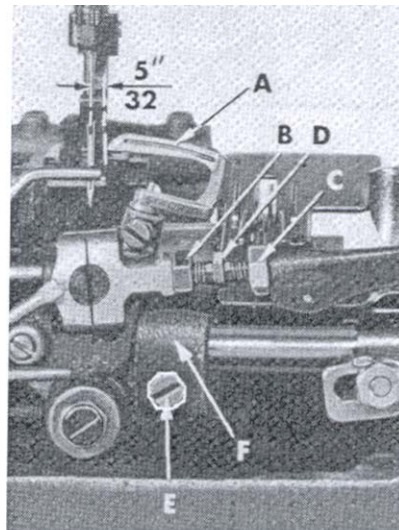

Fig. 2
Insert a new needle, type and size as specified, with spot or scarf to the rear. With the looper (A, Fig 2) at its farthest position to the right, its point should be 5/32 inch from the centerline of the needle. If adjustment is required, loosen nut (B) (it has a left hand thread) and nut (C) on connecting rod (D) and turn the connecting rod forward or backward to obtain 5/32 inch dimension (Fig. 2). Looper gauge No. 21225-5/32 can be used advantageously in making this adjustment. Retighten both nuts, first nut (C), then nut (B). Make sure the left ball joint is in vertical position and does not bind after adjustment.
Setzen Sie eine neue, Type und Größe wie angegeben, mit der Hohlkehle nach hinten. Mit dem Greifer (A, Fig 2) in seiner weitesten rechten Positon, stellen Sie den Abstand zwischen der rechten Greiferendstellung und Nadelmitte auf 3,9 mm ein. Falls eine Einstellung notwendig ist, lösen Sie die Mutter (B) (Linksgewinde) und die Mutter (C) an der Verbindungsstange (D) und drehen Sie die Verbindungsstange nach vorne oder hinten um einen Abstand von 3,9 mm zu erhalten. Benützen Sie die Greifereinstellehre 21225-5/32. Ziehen Sie beide Muttern, zuerst Mutter (c), dann Mutter (B) wieder fest an. Stellen Sie sicher, daß das linke Kugelgelenk in senkrechter Position ist und sich nach der Einstellung nicht verhakht.
The looper is set correctly front to back, as it moves to the left behind the needle, when its point passes as close as possible without contacting the needle (.001-.002). If adjustment is necessary, loosen screw (E, Fig. 2) in looper rock shaft (F), reposition looper as required and retighten screw (E).
Der Greifer ist korrekt eingestellt, wenn er sich so nah als möglich inks hinter der Nadel bewegt ohne diese zu berühren (0.001-.002"). Falls eine Einstellung notwendig ist, lösen Sie die Schraube (E, Fig.2) im Greiferwellenarm (F), stellen Sie den Greifer wie erforderlich ein und ziehen Sie die Schraube (E) wieder fest.